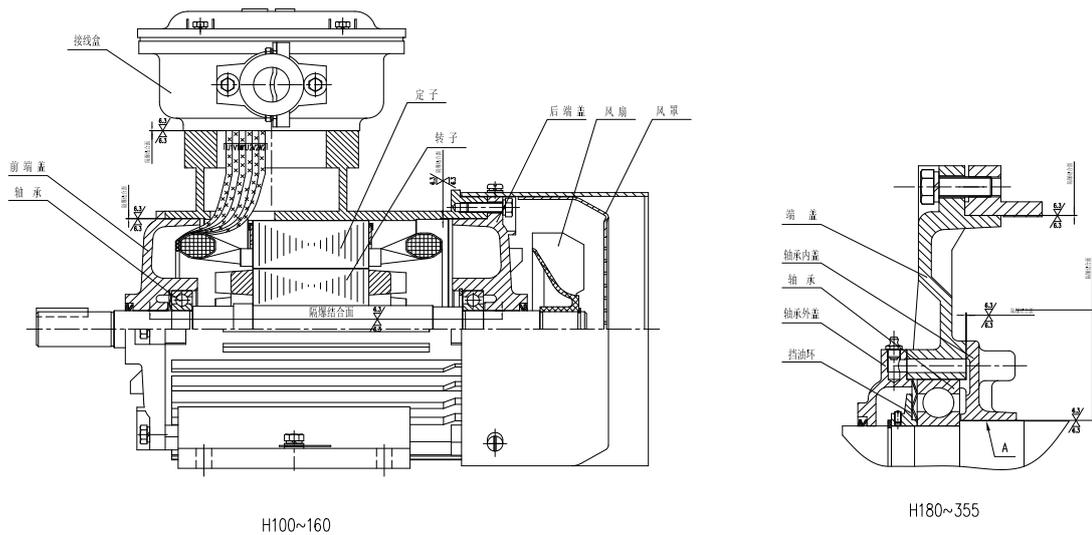
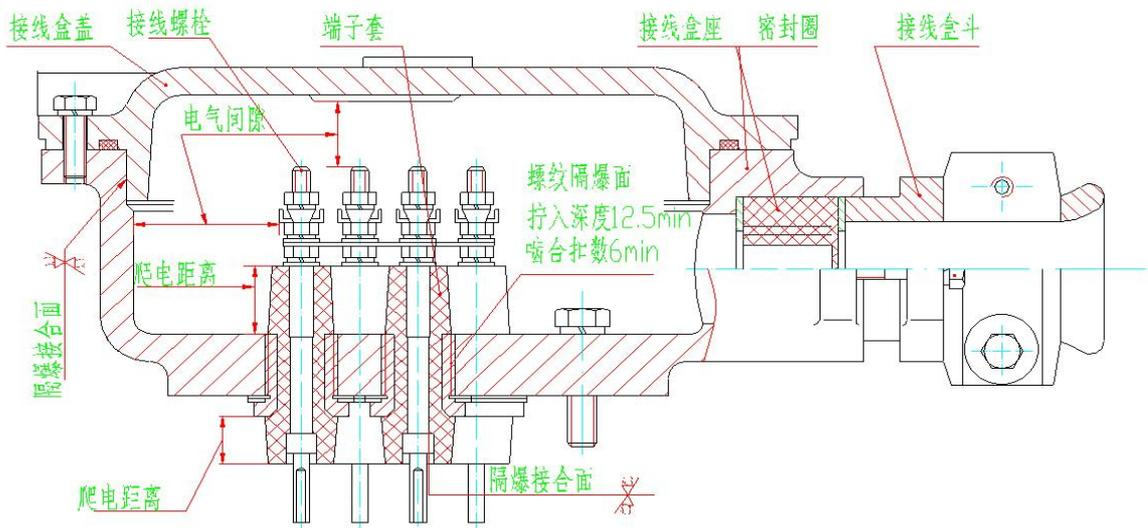

图1 电动机主体结构
图2 接线盒结构
5.3 本系列电动机主体结构见图 1，接线盒结构见图 2。
b. 隔爆接合面的长度、间隙、表面粗糙度、接线盒内部裸露导体之间、裸露导体与金属外壳之间的电气间隙及爬电距离见图 1、2。